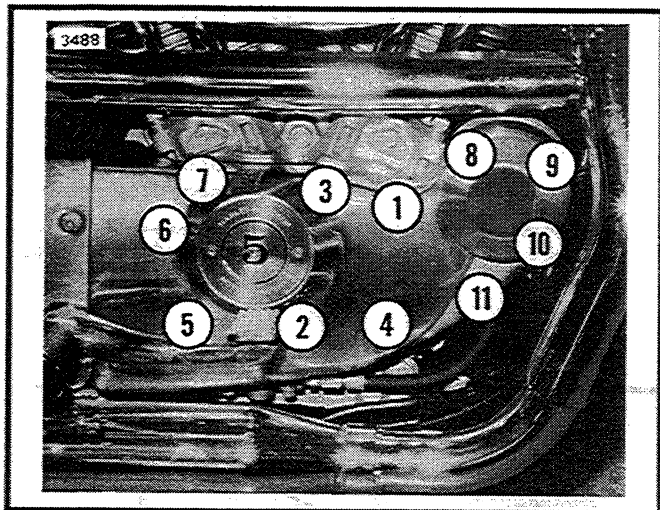

Figure 3-61. Séquence de serrage des vis du couvercle de distribution
5. Placez le couvercle de distribution sur les engrenages et sur le demi-carter droit (10). Fixez le couvercle sur le demi-carter avec les 11 vis allen. Serrez les vis uniformément à 80-110 **po-livre** (9.0-12.4 N.m) dans la séquence indiquée Figure 3-61.